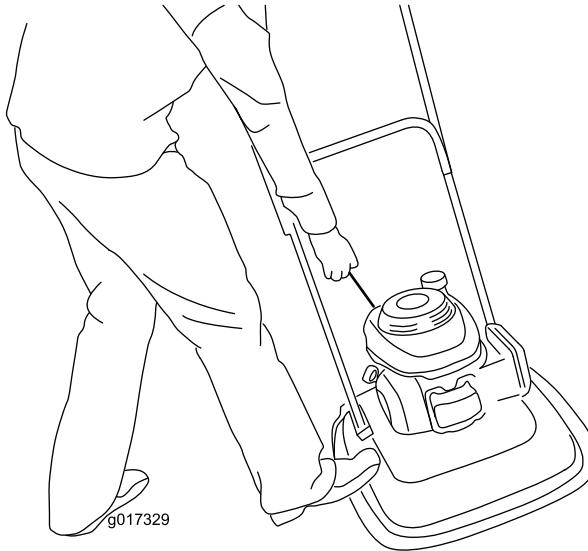

Рисунок 16
3. Поставьте ногу на деку и наклоните машину на себя (Рисунок 16).